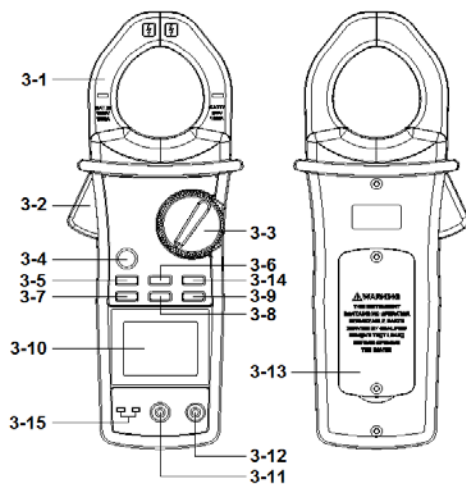

Fig. 1
- a. Lorsque le multimètre n'est pas utilisé, le bouton rotatif de fonction (3-3, Fig. 1) doit être commuté sur la position « OFF ».
Appuyer sur le bouton « Rétroéclairage » (3-9, Fig. 1) tout en tournant le bouton rotatif de fonctions de la position OFF sur la fonction souhaitée.
- 1) Brancher le câble de test NOIR à la borne COM (3-11, Fig. 1)
- 2) Brancher le câble de test ROUGE à la borne « V » (3-12, Fig. 1).
- 3) Commuter le bouton rotatif de fonction (3-3, Fig. 1) sur la position « V ». L'écran affiche le symbole « SMART ». Le multimètre est en mode intelligent pour la détection de tension CA/CC automatique.
- 5) Actionner le bouton « SELECT » (3-5, Fig. 1) pour sélectionner la mesure VCA ou VCC.
- 7) En mode « Plage automatique », actionner le bouton « Plage » (3-8, Fig. 1) une fois pour commuter en mode « Plage manuelle » et conserver cette plage. En mode « Plage manuelle », actionner une fois le bouton SELECT pour revenir au mode SMART.
Pendant la mesure, si le bouton « Hz » (3-7, Fig. 1) est actionné une fois, l'écran affiche le symbole « kHz » et la valeur de fréquence du signal de mesure.
- 1) Brancher le câble de test NOIR à la borne COM (3-11, Fig. 1).
- 2) Brancher le câble de test ROUGE à la borne « Ω » (3-12, Fig. 1).
- 3) Commuter le bouton rotatif de fonction (3-3, Fig. 1) sur la position « Ω ».
- 5) En mode « SMART », actionner le bouton « SELECT » (3-5, Fig. 1) une fois pour commuter en mode « Plage AUTO » et conserver cette plage. L'écran LCD affiche le symbole « AUTO ». En mode « Plage automatique », actionner une fois le bouton SELECT pour revenir au mode SMART.
- 1) Commuter le bouton rotatif de fonction (3-3, Fig. 1) sur la position « 600A » ou « 1000A ». L'écran LCD affiche le symbole « SMART ».
- 2) Actionner le déclencheur (3-2, Fig. 1) pour ouvrir la mâchoire de capteurs de courant (3-1, Fig. 1) et la fermer autour du conducteur à mesurer. L'écran affiche automatiquement la valeur du courant ACA ou ACC mesuré.
- 4) Actionner le bouton « SELECT » (3-5, Fig. 1) pour sélectionner la mesure ACA ou ACC.
- 5) En mode « SMART », actionner le bouton « SELECT » (3-5, Fig. 1) une fois pour commuter en mode « ACA » ou « ACC » et conserver cette plage.
- 6) Actionner le bouton « Réinitialisation ACC » (3-6, Fig. 1) jusqu'à ce que l'écran affiche « 0.0 » et le symbole « \square ».
Pendant la mesure, actionner le bouton « Hz » (3-7, Fig. 1) une fois *jusqu'à ce que l'écran affiche le symbole « kHz » et la valeur de fréquence du signal de mesure.*
- 1) Brancher la « sonde de température type K TP-01 » à la borne d'entrée de type K (3-15, Fig. 1).
- 2) Commuter le bouton rotatif de fonction (3-3, Fig. 1) sur la position « Température ».
- 3) Commuter le bouton rotatif de fonction (3-3, Fig. 1) sur la position « \rightarrow ».